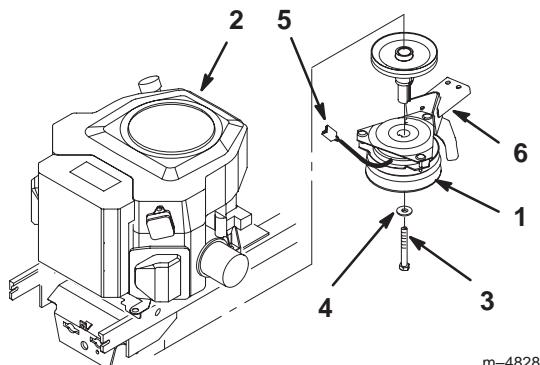
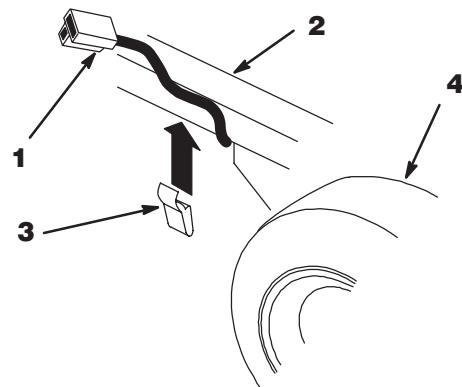

Abbildung 7
Abbildung 8
- Die Kupplungsdrahtklemme vom Traktorkabelbaum lösen und die Halteklemme entfernen (Abb. 8). Mittlere Halteschraube und Unterlegscheibe entfernen. Dann die Zweiseibenkopplung aus der Welle schieben (Abb. 7).
12. Die Kupplung so positionieren, daß der Draht zur rechten Vorderseite des Traktors zeigt und der Punkt im Dreieck im oberen Anschlag liegt. Den Keil in der Kupplung auf die Keilnute ausrichten und die Einscheibenkupplung auf die Welle schieben (Abb. 7). Auf die Gewinde der zuvor entfernten Befestigungselemente Gewindekleber geben.
14. Halteklemme und Kupplungsstecker wie in Abbildung 8 gezeigt an der rechten Rahmenseite installieren. Darauf achten, daß im Steckerkabel zwischen Kupplung und Halteklemme kein Durchhang vorhanden ist.
15. Den Kupplungsstecker in die Klemme des Traktorkabelbaums stecken (Abb. 7).